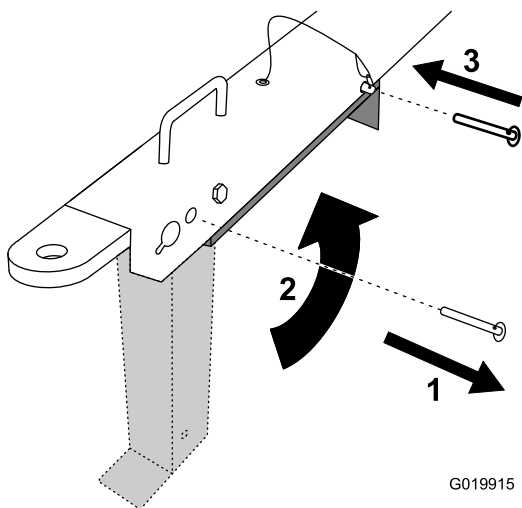

Figura 21
- Introduzca el pasador de horquilla por el taladro trasero de la barra de tracción y la pata estabilizadora delantera (Figura 21).
- Retire el pasador de horquilla de la pata estabilizadora delantera y de la barra de tracción (Figura 21).
- Gire la pata estabilizadora delantera hacia arriba e introdúzcala en la barra de tracción (Figura 21).